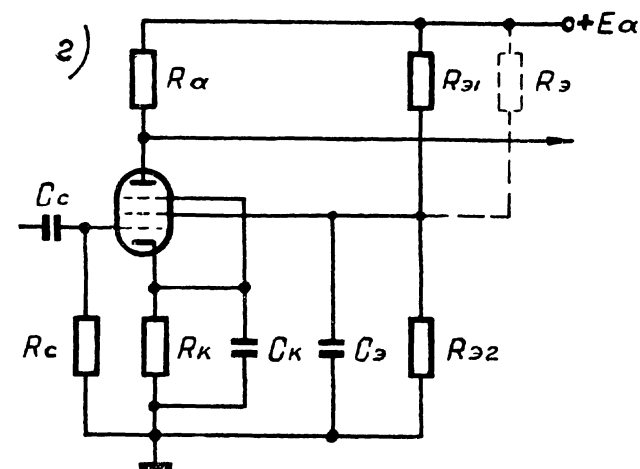

РИС. 22. ДВУХТАКТНЫЙ УСИЛИТЕЛЬ МОЩНОСТИ
Эта трудность устраняется в двухтактном усилителе мощности (рис. 22). Входное напряжение подается на сетки ламп в противофазе, т. е. если на одной сетке напряжение возрастает, то на другой уменьшается. Напряжение смещения может быть по учено на общей цепи  $R_k, C_k$ , или подается в цепи сеток от отдельного источника. Концы первичной обмотки выходного трансформатора подключены к анодам ламп. К средней точке первичной обмотки подключен положительный полюс источника анодного напряжения. В течение первого полупериода
**Инверсные схемы (инверторы).** Для управления двухтактной схемой необходимы два равных противофазных входных напряжения. Для их получения существуют инверсные схемы (инверторы). Простейшим инвертором является входной трансформатор со средней точкой во вторичной обмотке (рис. 22).